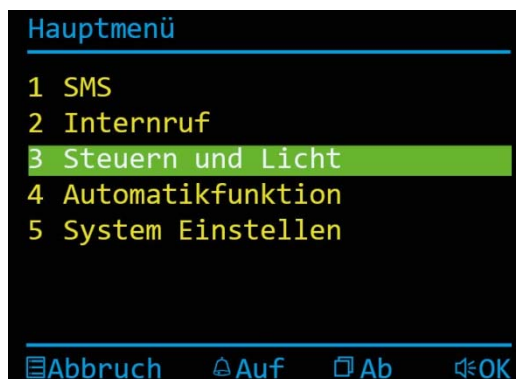

Abb. 30: Hauptmenü Steuern und Licht
- ▶ Drücken Sie die Bildtaste  oder die Ruf AUS-Taste  und wählen Sie eine Steuerfunktion (Steuerfunktion 8, 9, 10, 11, 12, 13, 14, 15) oder die Lichtschaltfunktion aus (Abb. 30).